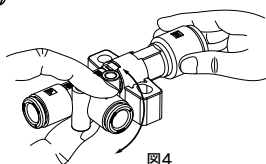

図4
② 真空（V）ポートを旋回させる場合、アダプタを挿入してしてください（図4）。